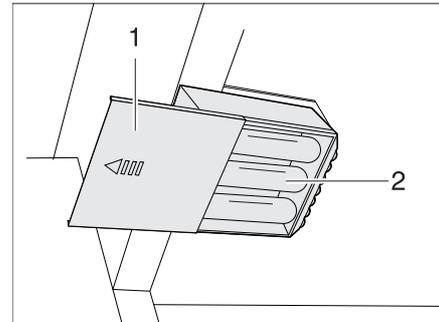

Bild 188 Kleiderschrankleuchte mit LED, Batteriefach geöffnet
- Die Batterien (Bild 188,2) dem Batteriehalter entnehmen.
- Neue Batterien (Bild 188,2) gleichen Typs polrichtig (+/-) einsetzen.
- Deckel (Bild 188,1) wieder aufschieben.